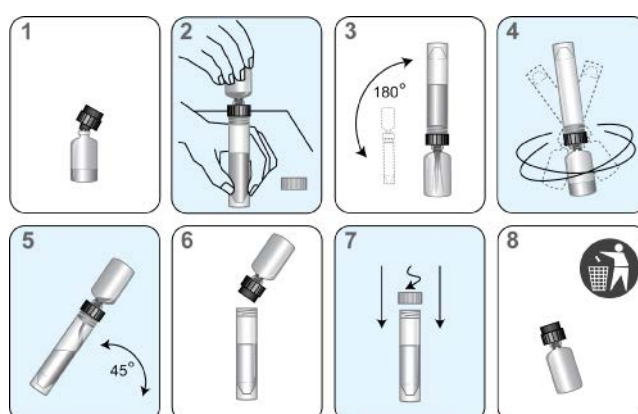

Figura 5. Procesul de reconstituire a reactivilor
- ii. Introduceți cu fermitate capătul crestat al colierului de reconstituire (negru) pe fiolă (Figura 5, Etapa 1).
- iv. Amplasați flaconul cu soluție de reconstituire pe o suprafață stabilă (de exemplu, masa de lucru). Apoi răsturnați flaconul de reactiv liofilizat peste flaconul cu soluție de reconstituire și fixați bine colierul pe flaconul cu soluție de reconstituire (Figura 5, Etapa 2).
- v. Răsturnați lent ansamblul de flacoane (fiola atașată la flaconul cu soluție) pentru a permite scurgerea soluției în fiola din sticlă (Figura 5, Etapa 3).
- vi. Ridicați flacoanele asamblate și rotiți-le timp de minimum 10 secunde (Figura 5, Etapa 4).
- c. Înclinați lent, din nou, ansamblul de flacoane, pentru a permite ca toată soluția să se scurgă înapoi în flaconul cu soluție de reconstituire (Figura 5, Etapa 5).
- d. Scoateți cu atenție colierul de reconstituire și fiola din sticlă (Figura 5, Etapa 6).
- e. Puneți la loc capacul pe flacon. Înregistrați inițialele operatorului și data reconstituirii pe etichetă (Figura 5, Etapa 7).
- f. Aruncați colierul de reconstituire și fiola din sticlă (Figura 5, Etapa 8).